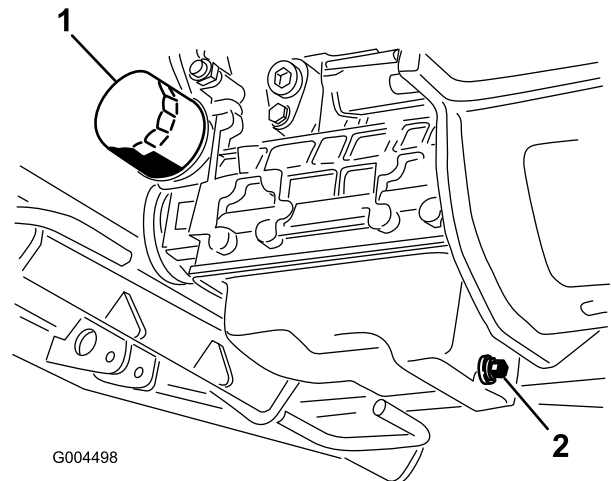

Figura 43
3. Coloque un recipiente debajo del capó, alineado con el tapón de vaciado (Figura 43).
6. Retire el filtro de aceite e instale uno nuevo (Figura 43).